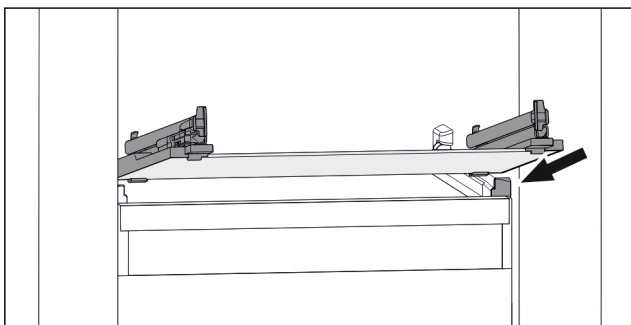

Fig. 72 Примерно изображение на стъклената плоча
- ▶ Поставете стъклената плоча под ъгъл зад ограничителите. (виж Fig. 72)